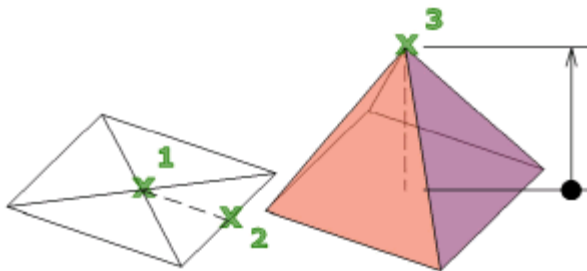

Рисунок 7.9 – 3D піраміда
За замовчуванням піраміда визначається у центрі базової точки (1), точки посередині кромки (2) й іншій точці (3), яка задає висоту (рис. 7.9).